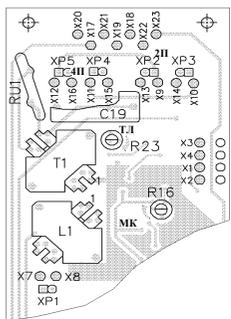

Рисунок 1
6.1.2 Установите на плате устройства перемычки на разъемы (рисунок 1), соответствующие выбранным режимам работы, или запаяйте перемычки на дублирующие их контакты: